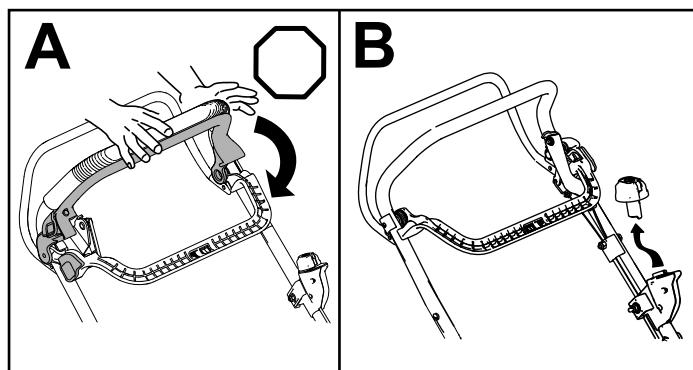

Рисунок 18
1. Отпустите штангу управления ножом (вид A на Рисунок 18).
2. Выньте кнопку электрического запуска из переключателя электрического запуска (вид B на Рисунок 18).